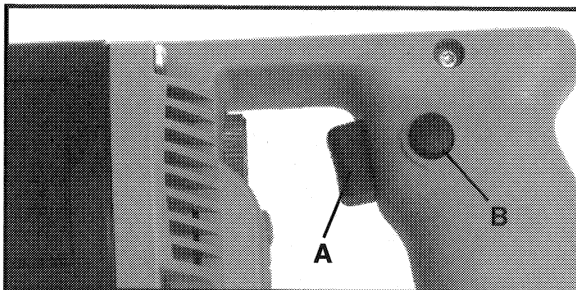

Fig. 1
3. Appuyez sur l'interrupteur à gâchette (A), Fig. 1, pour mettre le moteur en marche. Relâchez la gâchette pour arrêter le moteur.
4. BOUTON DE BLOCAGE – Le bouton de blocage (B) Fig. 1, posé sur la machine a pour but de garder le moteur en marche tout en tenant l'interrupteur à gâchette à la position ON.